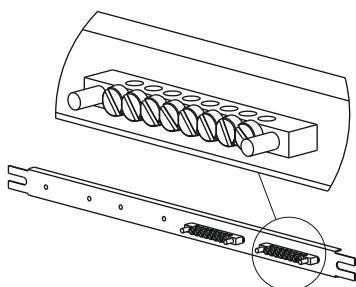

Рисунок 4
2.4 Установите на Рейке под шину "PEN", закрепив с помощью винтов M4x20 и шайб Ø4, две Шины PEN 8/2 – для ЩЭ-2, три – для ЩЭ-3, четыре – для ЩЭ-4 (рисунок 4). Винтовое соединение согласно приложению Б.